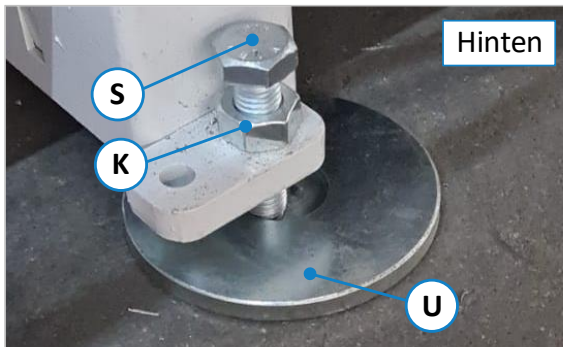
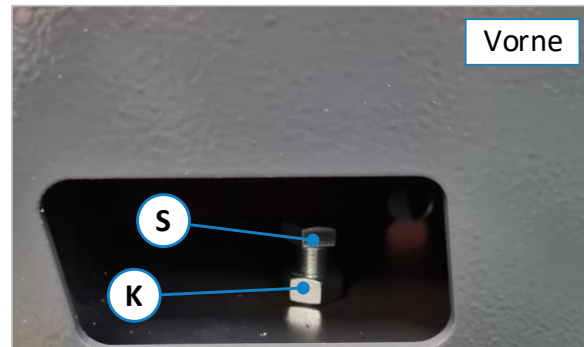

Abbildung 11: Nivellierschrauben hinten (Regelfall)
Abbildung 12: Nivellierschrauben vorne (Ausnahmefall)
Beim Aufstellen ist die Maschine fachgerecht mit einer Maschinenwasserwaage (0,1 mm/ 1 m) auszurichten. Hierzu verfügt die Maschine auf der Hinterseite (⇒ Abbildung 11) über 2 verstellbare Standfüße mit entsprechenden Stellschrauben (S) sowie 2 Tellerfüße (U) zur Unterlage. Die Vorderseite der Maschine steht im **Regelfall** satt auf den beiden Standsockeln. Hier nur im **Ausnahmefall** (bei sehr unebenen Böden) nivellieren.
1. Vor dem Abstellen die Maschine zunächst nur so nah zum Boden herunterlassen, dass die beiden in ⇒ Abbildung 11 gezeigten Tellerfüße (U) zentriert unter den Schrauben (S) platziert werden können.
2. Nur in diesem Ausnahmefall sind auch die vorderen Stellschrauben (siehe ⇒ Abbildung 12) zur Nivellierung erforderlich. Diese sind allerdings nur zugänglich, wenn zuvor das vordere Frontblech demontiert wird.
3. Heben Sie die Maschine vor dem Einstellen auf der Vorderseite so weit an, dass auch hier die beiden Tellerfüße (U) zentriert unter den Stellschrauben (S) platziert werden können.
4. Dann die vier in ⇒ Abbildung 12 und ⇒ Abbildung 11 dargestellten Kontermuttern (K) lösen und die Höhe an allen 4 Schrauben (S) so lange justieren, bis die Maschine gleichmäßig nivelliert ist.